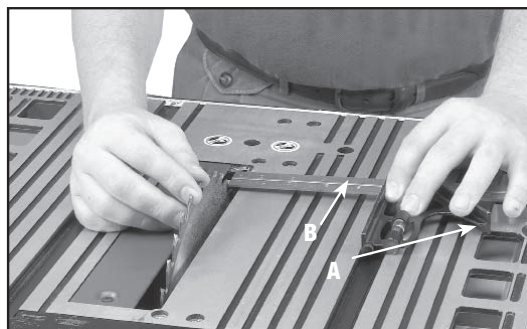

Fig. 35
3. Utilice una escuadra de combinación (A), Fig. 35, contra la ranura de la guía de inglete y ajuste la hoja (B) de la escuadra hasta que toque el diente marcado.